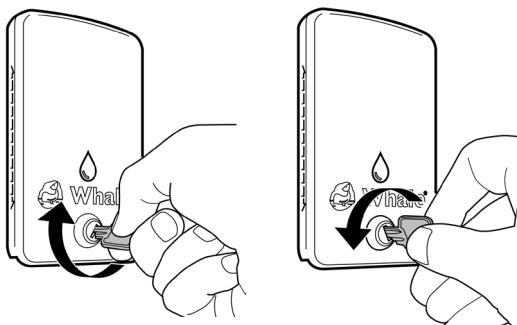

Figure 3. Verrouiller et déverrouiller le couvercle
- (Figure 3) Les couvercles de la Bouchon de remplissage du réservoir embarqué et de la Bouchon de remplissage du réservoir embarqué + 12v comportent un verrou pour la sécurité et pour limiter l'accès à votre alimentation en eau fraîche. Tournez dans le sens des aiguilles d'une montre pour verrouiller et dans le sens inverse des aiguilles d'une montre pour déverrouiller le couvercle.